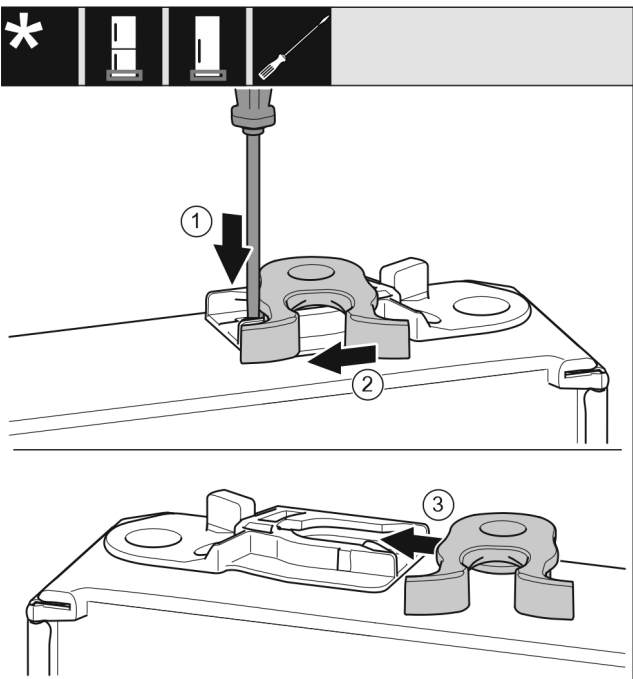

Fig. 18
- ▶ Прижмите накладку Fig. 18 (1) шлицевой отверткой вниз.
- ▶ Выведите запорный крючок Fig. 18 (2) из направляющей.
- ▶ Вставьте запорный крючок Fig. 18 (3) в направляющую с другой стороны.